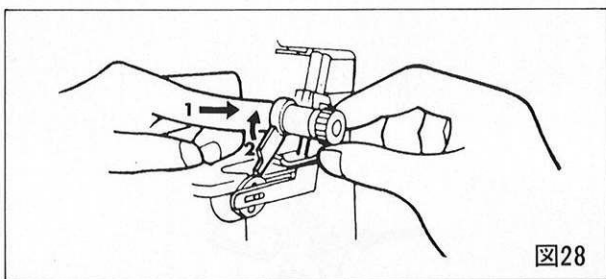

図28
- Wチェーン用ルーパーに糸を通す前に、まず左手の指で上メスホルダーを右の方向へ押しながら、上メスを上に回転させる。(図28)